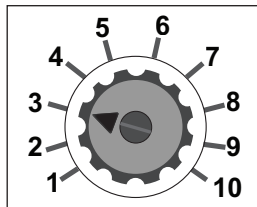

Figure 4: Compteur horaire
3. Réglez le cadran de temps d'exécution à l'aide du guide Réglage de la taille de la pompe et du cadran. Voir figure 4.